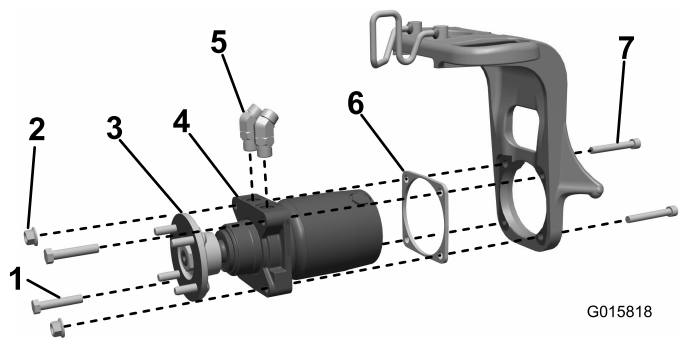

図 3
1. ホイールモータに 45 度フィッティングを取り付け、このフィッティングを 図 3 のように向ける。フィッティングはまだ本締めしないこと。